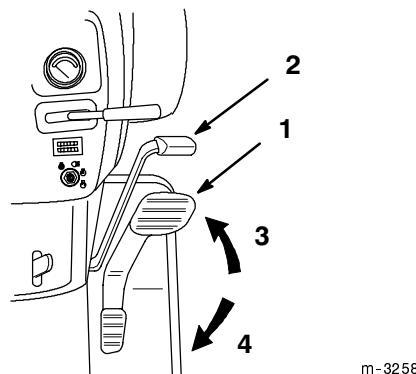

Figure 17
4. Poser le pied sur la pédale de commande de traction et enfonce lentement le haut de la pédale pour avancer en marche avant, ou le bas de la pédale pour reculer (Fig. 17). Plus on enfonce la pédale d'un côté ou de l'autre, plus le tracteur avance vite dans le sens choisi.